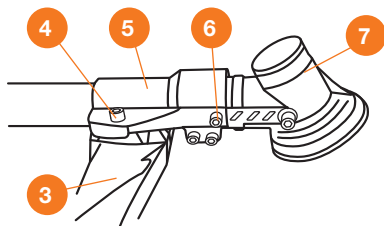

Рис. 5
- Открутите винт **6** на редукторе **7**, установите площадку **5** на редуктор и закрепите винтом **6**. Совместите крепежные пазы площадки **5** и кожуха **3** - зафиксируйте винтом **4** (Рис. 5).